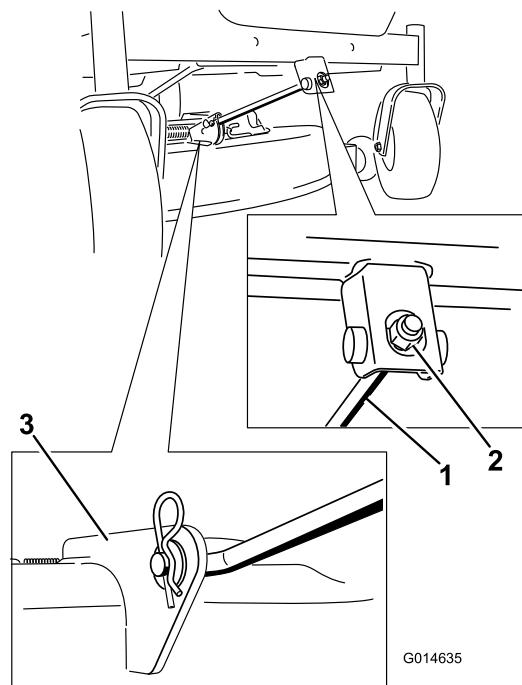

Figure 73
- Retirez la goupille fendue de la tige de support avant et déposez la tige du support de plateau (Figure 73).
8. Fixez la tige de support avant au plateau de coupe à l'aide de l'axe de chape et de la goupille fendue (Figure 73).